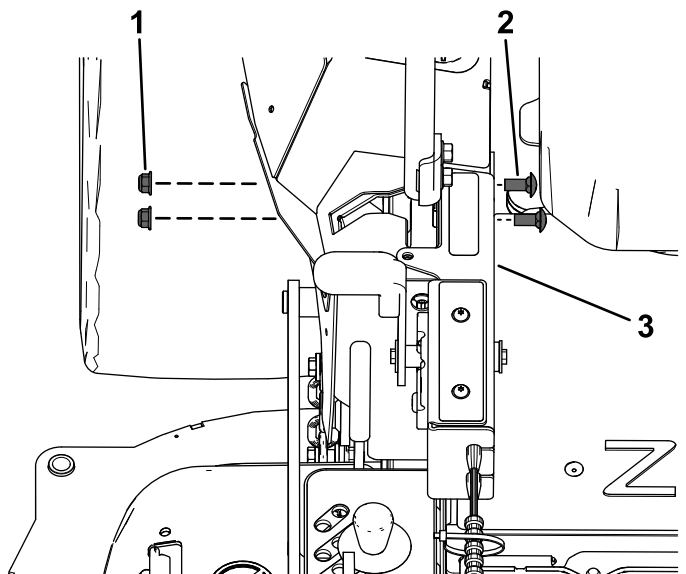

Figur 16
4. Fjern de 4 ansatsskruer, der fastgør den højre kapsel (Figur 16).
5. Afmonter højre kapsel (Figur 16).